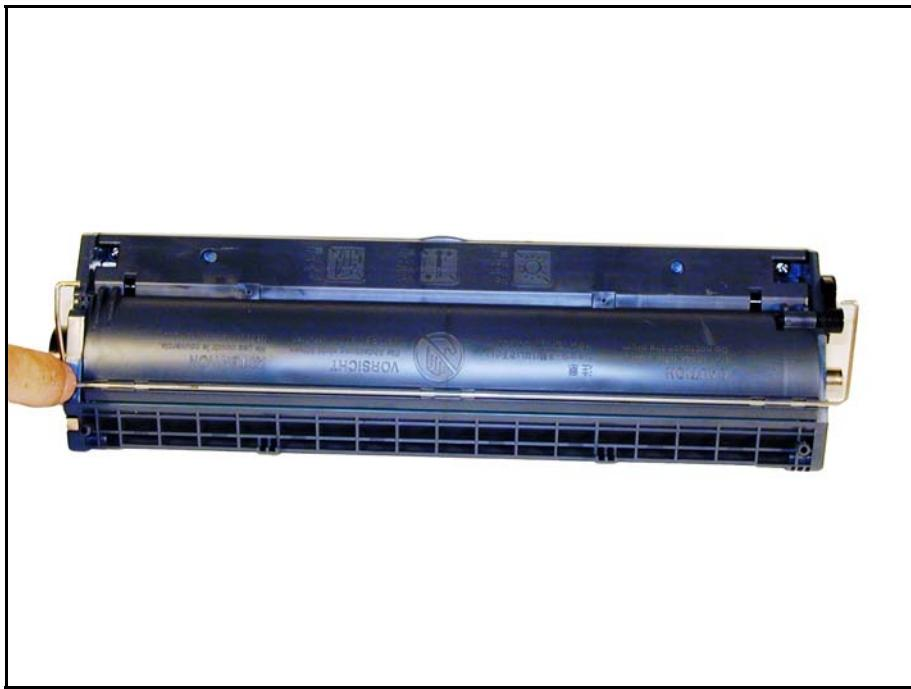

Ilustración 37
29. En donde el OPC retirar del cartucho los brazos del obturador del tambor. Ver ilustración 37